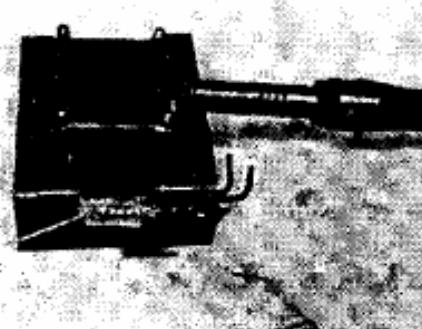

Figura 10.68
- Após o ferro de soldar ter atingido a sua temperatura normal, com sua ponta devidamente limpa e estanhada, apoie-o na parte inferior da emenda ou conexão (**figura 10.68**).